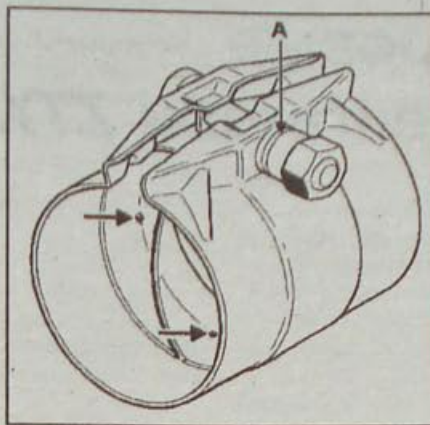

Рис. 1.99. Ремонтный патрубок системы выпуска отработавших газов: А – канавка, определяющая момент затяжки гайки
- Гайка хомута имеет канавку (А, рис. 1.99), чтобы обозначать правильный момент затяжки. Когда при затяжке канавка исчезает, она издает характерный щелчок, это означает, что гайка затянута моментом 25 Н*м.